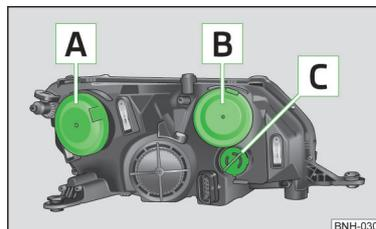

Fig. 149
Disposizione delle lampadine » fig. 149
- Estrarre il coperchio di protezione **A** » fig. 149 a pagina 171.
› Inserire il coperchio di protezione **A** » fig. 149 a pagina 171.
- › Estrarre il coperchio di protezione **B** » fig. 149 a pagina 171.
- › Inserire il coperchio di protezione **B** » fig. 149 a pagina 171.